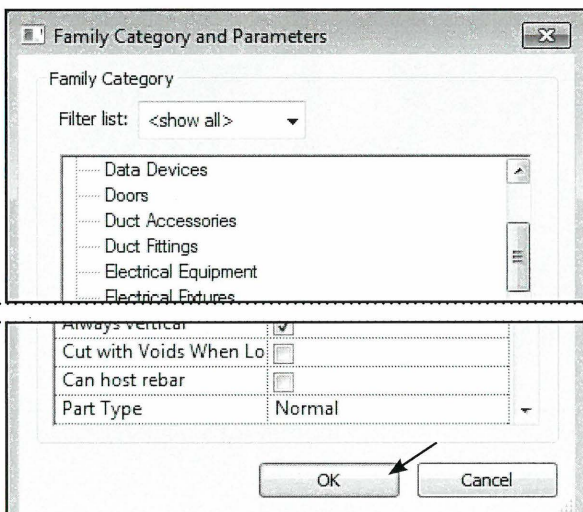

Fig. 02.18. *Vælg en anden kategori.*
- Vælg en anden kategori og klik OK (Fig. 02.18).